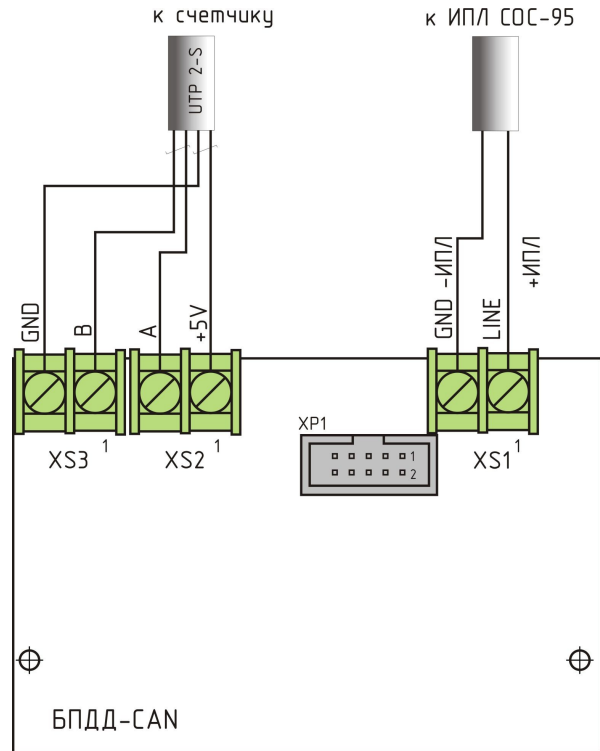

Рисунок 7
2) Произвести монтаж проводов кабеля интерфейса CAN (разъемы XS2, XS3) к контролируемому оборудованию в соответствии со схемой рабочего проекта (рисунок 7).